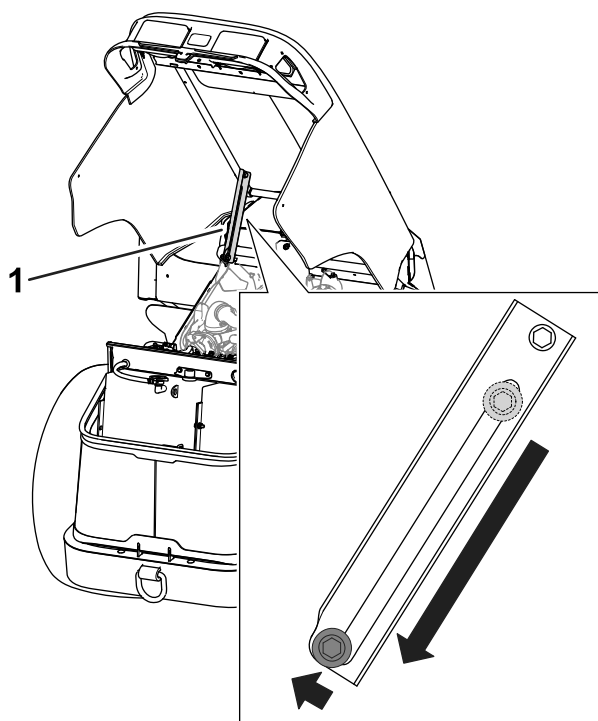

Figure 69
3. Vérifiez que le boulon de la béquille se trouve bien dans le cran de la béquille pour maintenir le capot ouvert (Figure 69).